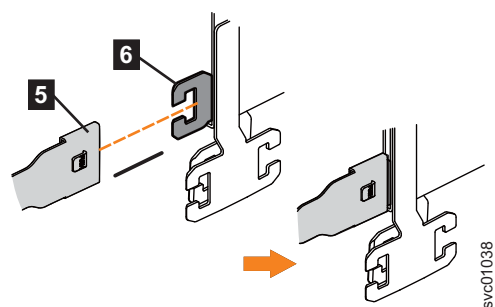

図 58. 右側のサポート・レールへの上部 CMA のサポート・レール・コネクタの取り付け
4. 図 58 に示すように、上部 CMA アセンブリーのサポート・レール・コネクタ (5) を、右側のサポート・レールのコネクタ・ベース (6) に取り付けます。